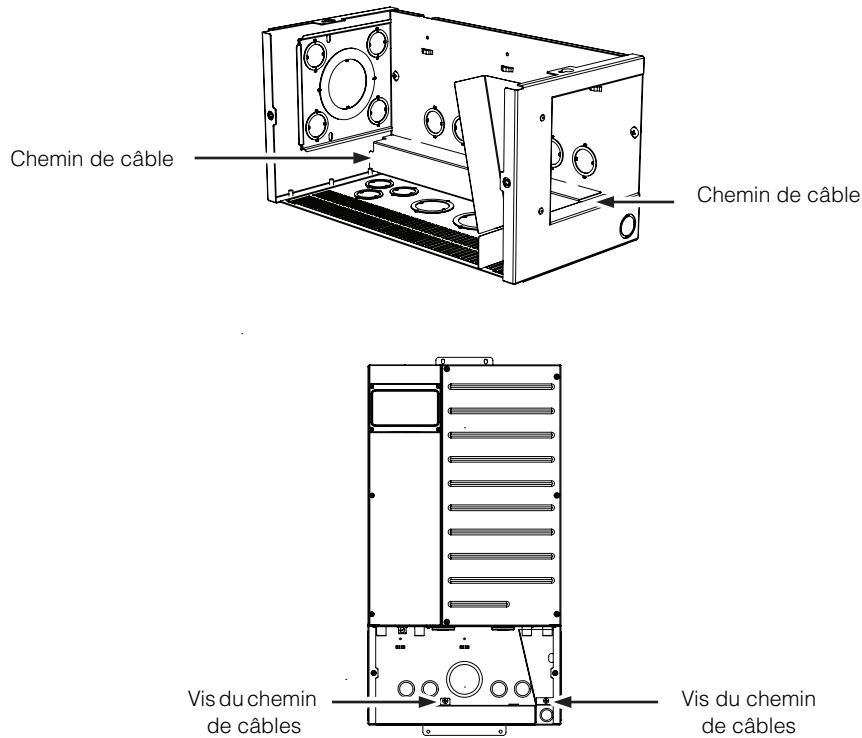

Figure 4-4 Chemins de câbles de la boîte de dérivation XW+
1. Déposer les deux chemins de câbles destinés aux câbles de communication en retirant les vis assurant la fixation de chacun des chemins de câbles, comme le montre la Figure 4-4.